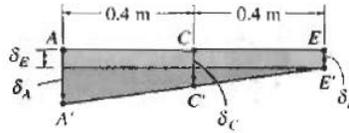

Figura 7: Desplazamiento viga ACE
**Ecuación de compatibilidad geométrica:** Debido a los desplazamientos e los extremos de cada barra, la línea ACE mostrada en la figura 7 tomará la posición definida por los puntos A'C'E'. Desde esta posición, los desplazamientos de los puntos A, C y E pueden relacionarse por triángulos semejantes: